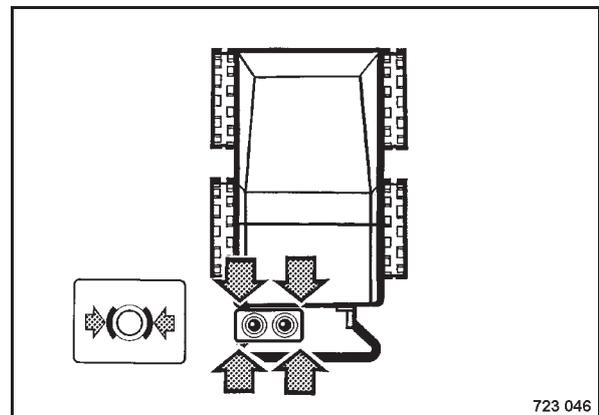

Bild 48
- Beide Fahrhebel (Bild 48) in Stellung "0" stellen. Die Maschine wird abgebremst.